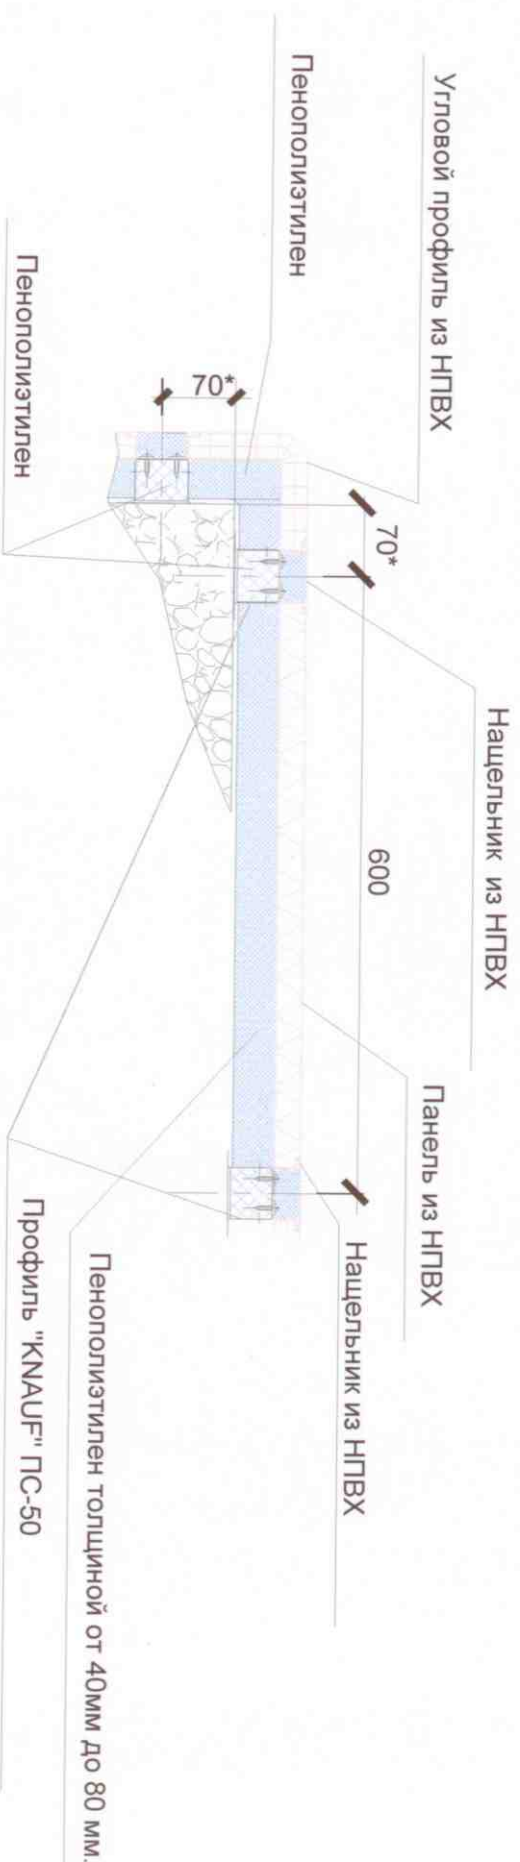

рис. 1
1. Описание конструкции вентилируемого фасада на основе панелей ДТИ «Теплон». Базовый вариант установки панелей на фасаде показан на рис. 1.